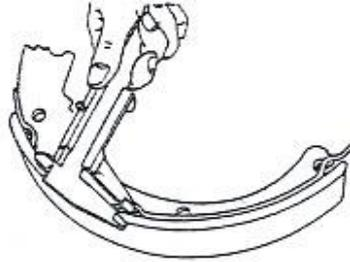

figure 2-23
(1) Vérifiez s'il y a de la rouille sur la surface intérieure de la sous-pompe et à l'extérieur du piston ; puis mesurez le jeu entre le piston et le corps de la pompe. Taille standard : 0,03 mm—0,10 mm ; taille limite : 0,15 mm
(2) Vérifiez visuellement s'il y a des dommages ou des déformations du cuir de la coupe, et remplacez-le en cas d'anomalie.
(3) Mesurez la longueur libre de la sous-pompe de frein, et remplacez-la si elle est anormale.
(4) Mesurez l'épaisseur de la garniture de friction, et remplacez-la si elle dépasse l'usure limite. Standard : 8,0 mm ; limite : 2,0 mm. Voir figure 2-23.